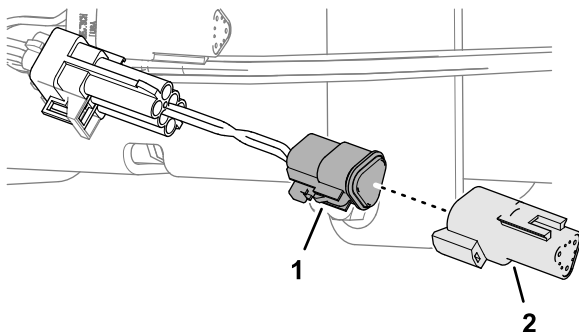

Figure 178
3. Branchez la résistance que vous avez retirée sous Retrait de la résistance de terminaison \(page 80\) sur le connecteur à 3 douilles du faisceau adaptateur (Figure 178).